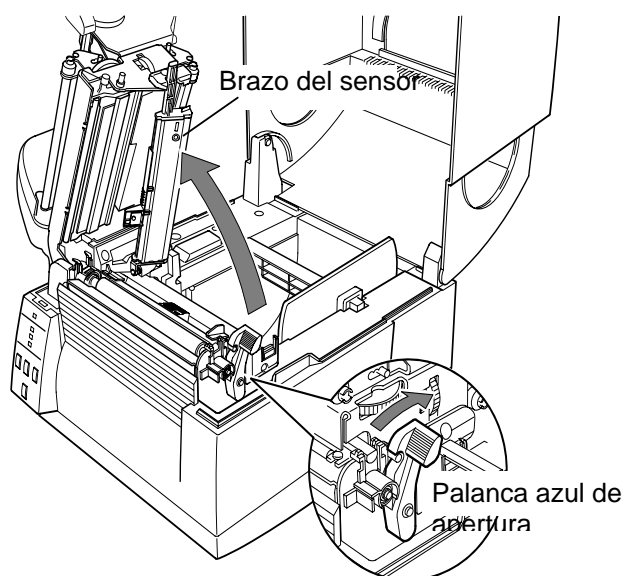
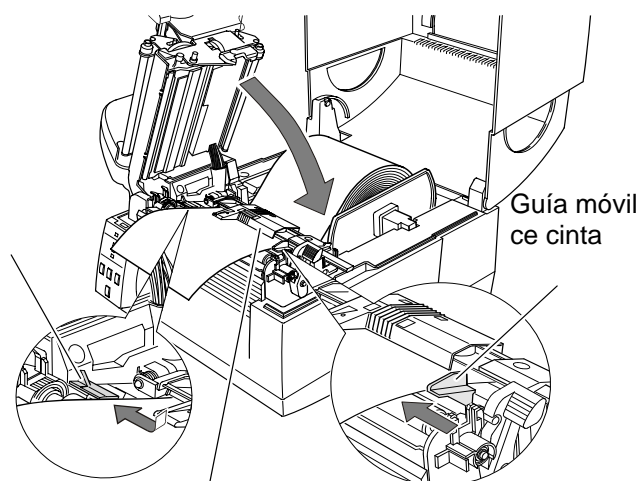

Figura 3-1 - insertar etiquetas
Figura 3-2 - insertar etiquetas
4. Coloque el soporte de rollo con el rollo de etiqueta en el alojamiento del rollo y desplace la guía de rollo (5) según el ancho del rollo de etiqueta hacia la izquierda de forma que el rollo de etiqueta presiona al tope pudiendo moviéndose aún libremente. Si el rollo de etiqueta tiene un diámetro interior de 76 mm, debe utilizarse el soporte externo de rollo.
- Guíe la cinta según Figura 3-2 Figura 3-1 - insertar etiquetas de forma que el borde izquierdo de la cinta se encuentre en la guía de cinta fija. Deslice la guía móvil de cinta hacia la izquierda hasta que toque ligeramente la cinta.